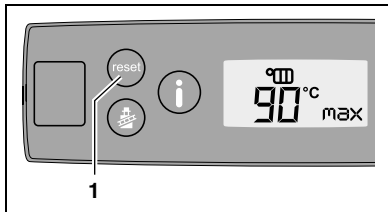

fig. 17 Toets „Reset“
- Druk op de toets „Reset“ (fig. 17, **pos. 1**) om het cv-toestel te herstarten.